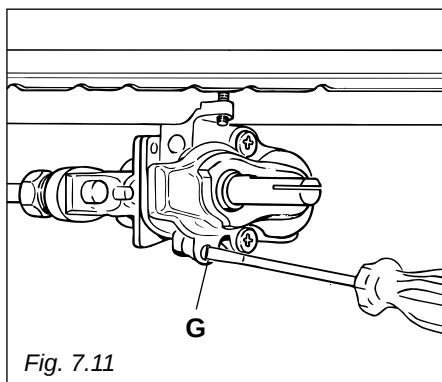

Fig. 7.11
- retirar o manipululo e com uma chave de parafusos fina (lâmina de 3 mm e comprimento 100 mm) desaparafusar a porca 3 voltas (fig. 7.11), passando através da abertura do painel de comandos;
- após ter retirado o manipululo de novo tendo o cuidado de não voltar o cano da torneira, fechar suavemente o parafuso (fig. 7.11) até à obtenção de uma chama 3-4 mm de comprimento.